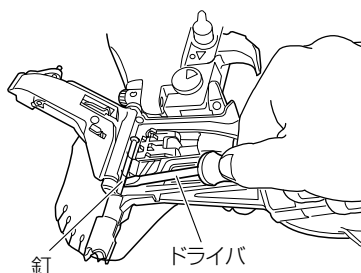

図 23
- 内部につまった釘をマイナスドライバなどで取除きます。(図 23)